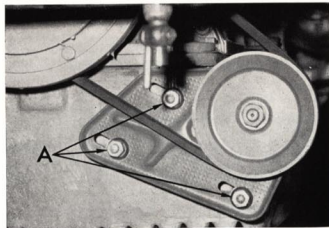

Fig. 10.2. - Tensado de la correa de accionamiento de la bomba de presión
- a) Aflojar las tuercas A (fig. 10.2) de fijación al soporte.